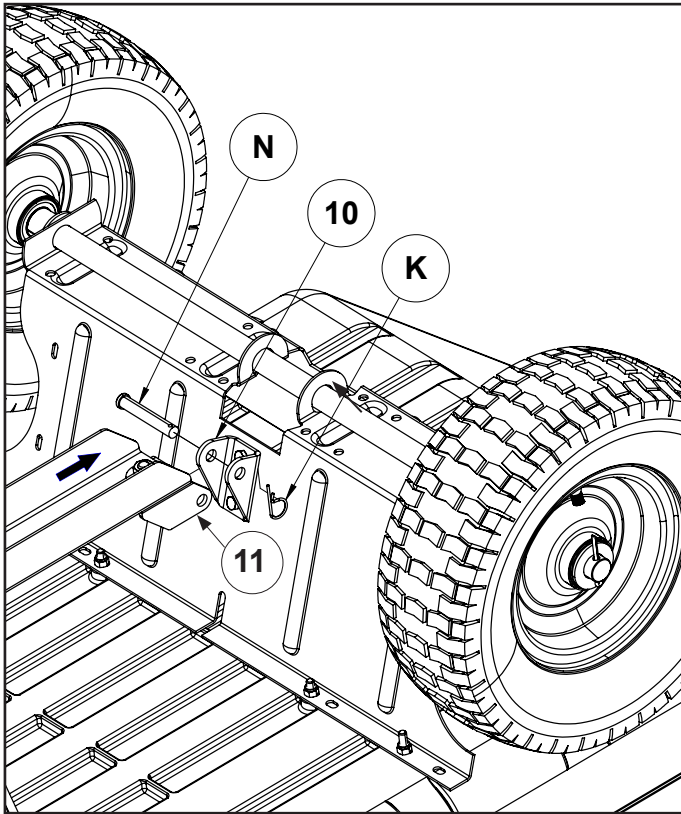

FIGURE 10
- Installez deux boulons de 1/4 po (C) dans les deux trous intérieurs de la benne en polyéthylène (1), puis dans les trous de la plaque de support du loquet (3) et du support de loquet (4), comme illustré ci-dessous.
- Fixez à l'aide de deux écrous autofreinés nylock de 1/4 po (E).
ÉTAPE 10 : (VOIR FIGURE 10)
- Installez la chape de pivot (11) sur la chape de basculement (10).
- Fixez à l'aide d'un axe de chape de 2-3/4 po (N) et d'une goupille bêta de 1,81 po (K).